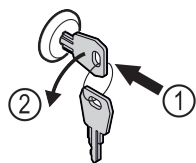

Fig. 137
- ▶ Schlüssel hineindrücken. Fig. 137 (1)
- ▶ Schlüssel um 90° gegen den Uhrzeigersinn drehen. Fig. 137 (2)